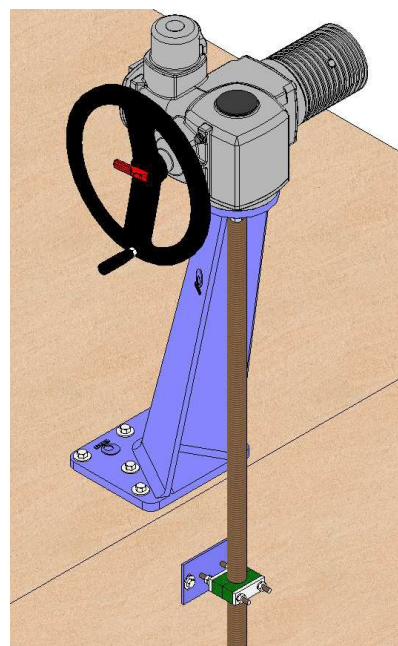

fig. 21
- Possibilidade de coluna inclinada (fig. 21).